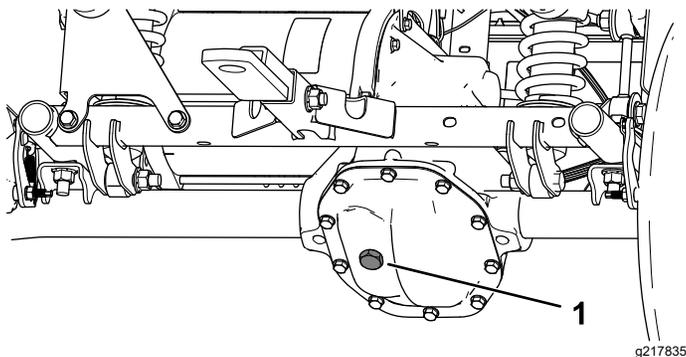

Bild 47
4. Entfernen Sie die Füllschraube am Getriebe (Bild 47).
5. Wenn der Ölstand niedrig ist, nehmen Sie die Füllschraube ab und füllen Sie die angegebene Ölsorte ein, bis das Öl aus dem Loch ausläuft (Bild 47).
4. Entfernen Sie die Füllschraube am Getriebe und füllen Sie das Getriebe mit Öl der angegebenen Sorte, bis es aus dem Füllloch ausläuft (Bild 47).